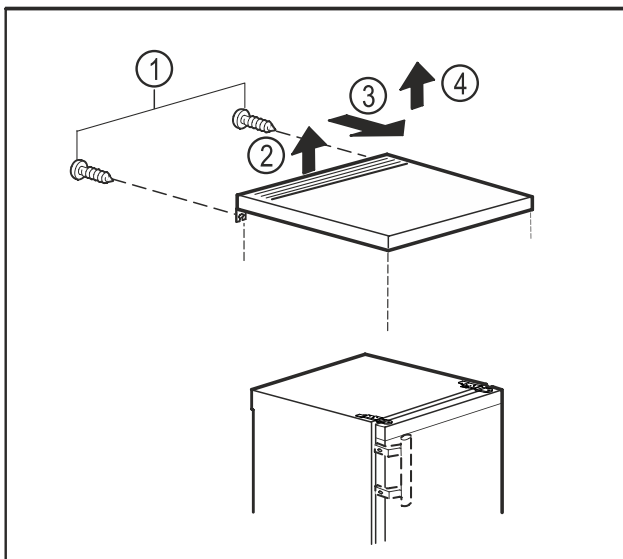

Fig. 10
- ▶ Retirar los tornillos de la parte posterior. Fig. 10 (1)
- ▶ Levantar el tablero en la parte trasera. Fig. 10 (2)
- ▶ Empujar el tablero hacia adelante. Fig. 10 (3)
- ▶ Retirar el tablero hacia arriba. Fig. 10 (4)